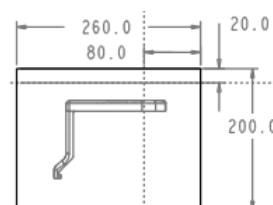

图 26.3 截面草图
(1) 选择命令。单击 模具 功能选项卡 形状 ▾ 区域中的 拉伸 按钮。
(2) 创建实体拉伸特征。
① 定义草绘截面放置属性。在绘图区中右击，选择快捷菜单中的 定义内部草绘... 命令。系统弹出“草绘”对话框，然后选择 MOLD_FRONT 基准平面作为草绘平面，草绘平面的参考平面为 MOLD_RIGHT 基准平面，方位为 右，单击 草绘 按钮。系统进入截面草绘环境。
② 进入截面草绘环境后，选取 MOLD_RIGHT 基准平面和 MAIN_PARTING_PLN 基准平面为草绘参考，然后绘制图 26.3 所示的截面草图。完成截面草图的绘制后，单击“草绘”操控板中的“确定”按钮 。